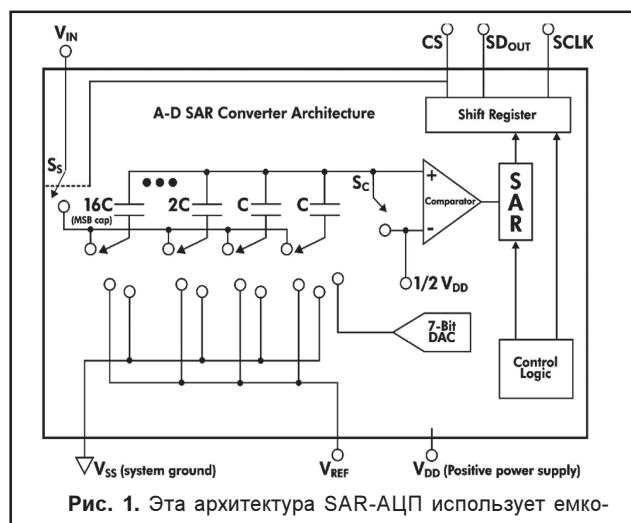

Рис. 1. Эта архитектура SAR-АЦП использует емкостную матрицу для преобразования 5 верхних битов, а 7-битный ЦАП преобразует нижние биты.
Все больше и больше SAR-АЦП последних разработок вместо применяемой ранее лестничной структуры R-2R используют для увеличения количества бит технологию емкостного перераспределения. На представленной схеме (рис. 1), первоначальный выбор аналогового входного напряжения осуществляется посредством соединения входного сигнала с нижней стороной выборочной матрицы конденсаторов, что достигается с помощью импульсного переключателя ( $S_s$ ). Другие полюсы выборочной матрицы конденсаторов соединяются с половиной напряжения питания,  $1/2V_{DD}$ . Оба этих действия осуществляются с помощью внешнего вывода выборки кристалла (CS). Как только конденсаторы оказываются полностью заряженными входным напряжением  $V_{IN}$ , внутренняя емкостная матрица преобразователя разъединяется как от входного сигнала, так и от напряжения питания  $1/2V_{DD}$ . Со-
Определив значение MSB, преобразователь начинает проверять MSB-1 значение. Это осуществляется подключением конденсатора MSB-1 к опорному напряжению  $V_{REF}$ , в то время как другие конденсаторы привязаны к  $V_{SS}$ . (Следует сказать, что MSB-1 конденсатор не показан на рис. 1, но его значение – 8C) В результате величина напряжения на неинвертирующем входе компаратора –  $[1/2 V_{DD} - V_{IN}] + 1/2V_{REF}$  (MSB) +  $1/4V_{REF}$ . Снова производится сравнение этого напряжения с напряжением  $1/2V_{DD}$  компаратора.
Сама внутренняя электрическая схема SAR-АЦП требует малого количества полезной кремниевой площади кристалла. Однако, прежде всего это – аналоговая схема. Типичные блоки, добавленные к основному SAR-преобразователю, как видно из рис. 1, – это источник опорного напряжения и/или входной мультиплексор. Некоторые преобразователи обладают свойствами автономной калибровки. Так как эта микросхема является, главным образом, аналоговой, создается впечатление, что степень интеграции в микроконтроллер будет далека от идеальной. Однако, благода-